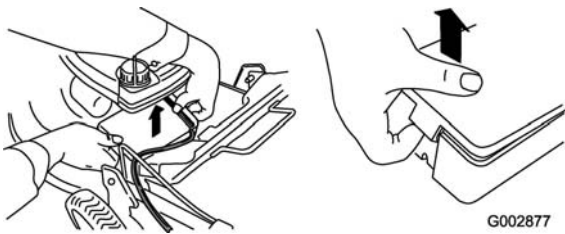

Рисунок 7
1. Отожмите оба конца крышки батареи и снимите её (Рисунок 7).